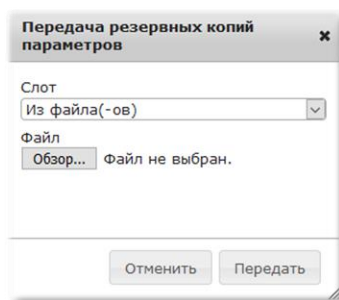

Рисунок 39 – Вид окна «Передача резервных копий параметров»
- во вкладке [Резервирование параметров] в таблице установить флаг «» рядом со слотом (1) и нажать кнопку «Передать»;
- в отобразившемся окне «Передача резервных копий параметров» (см. Рисунок 39) выбрать из выпадающего списка номер слота;